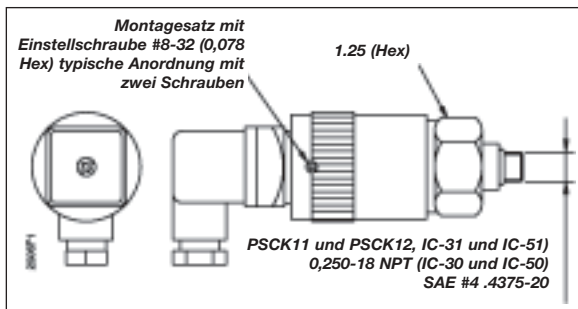

Abbildung 1
1. Für die Druckeinstellung zunächst die Einstellschrauben an der Einstellhülse lockern. (Siehe Abbildung 1.) Den Sechskantkörper mit einem Maulschlüssel erfassen. Die Einstellhülse mit der Hand nach rechts drehen, um den Sollwert zu erhöhen, bzw. nach links, um den Sollwert zu verringern.